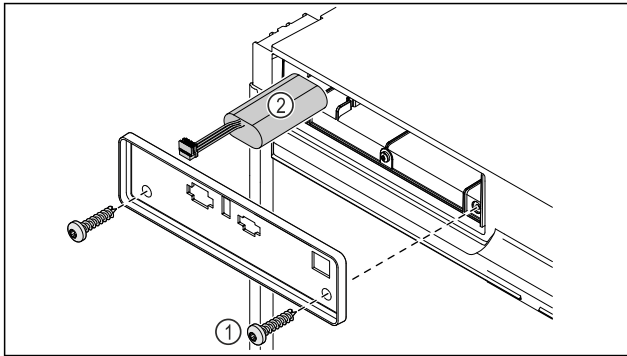

Fig. 228
- ▶ Draai de schroeven los en verwijder de afdekking aan de achterkant van het apparaat Fig. 228 (1).
- ▶ Maak de batterij los en verwijder deze Fig. 228 (2).